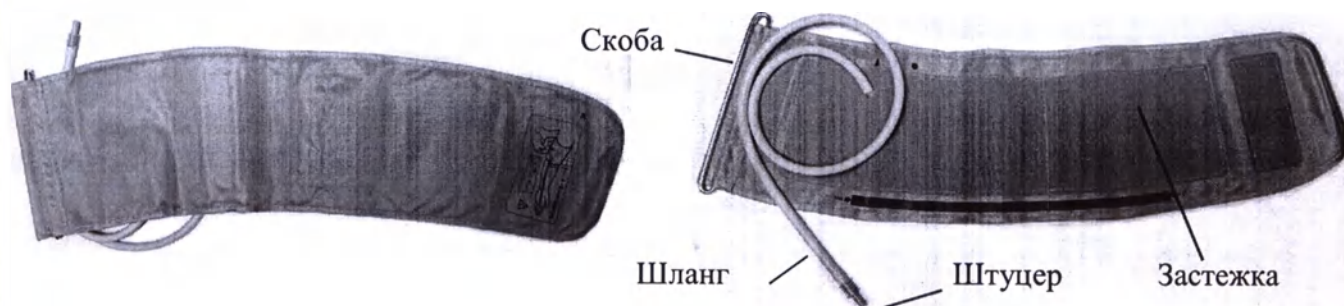

Рисунок 17.2
1.2.2.2. Манжета увеличенная на плечо (Рисунок 17.2) состоит из пневмокамеры, соединенной с шлангом, рукава и металлической скобы.
Знак ▲ на внешней стороне манжеты рядом с рисунком, указывающим правильное наложение манжеты должен находиться внутри зоны, ограниченной линией (Рисунок 17.2).